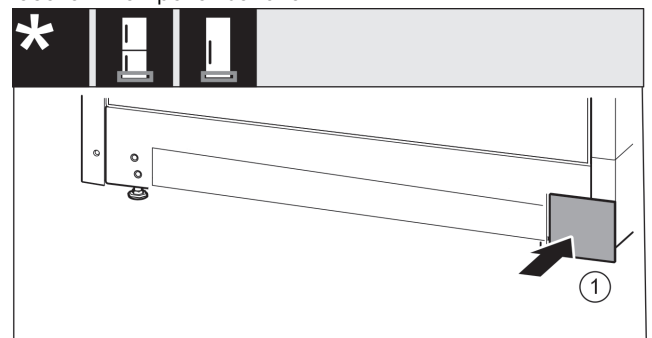

Fig. 19
- ▶ Sett dekselet Fig. 19 (1) tilbake på den andre siden.